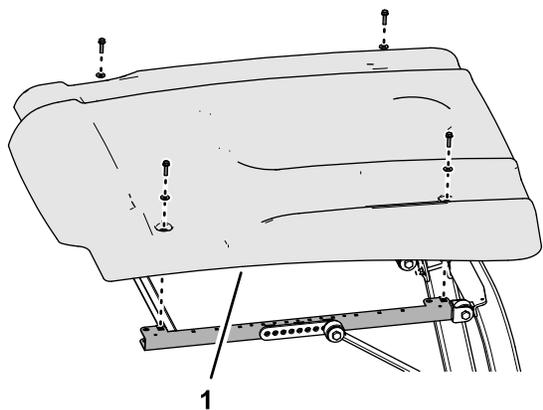

図 1
1. サンシェードをサイドフレームチャンネルに固定しているフランジヘッドボルト5/16 x 1¼" 4本とワッシャ5/16"4枚を取り外す 図 1と図 2。